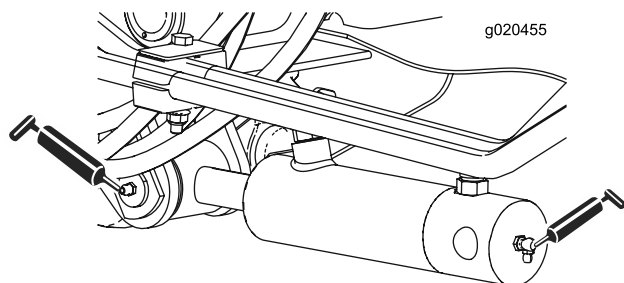

Figure 40
- 2 (de chaque côté) bagues de vérin de bras de levage (Figure 40)